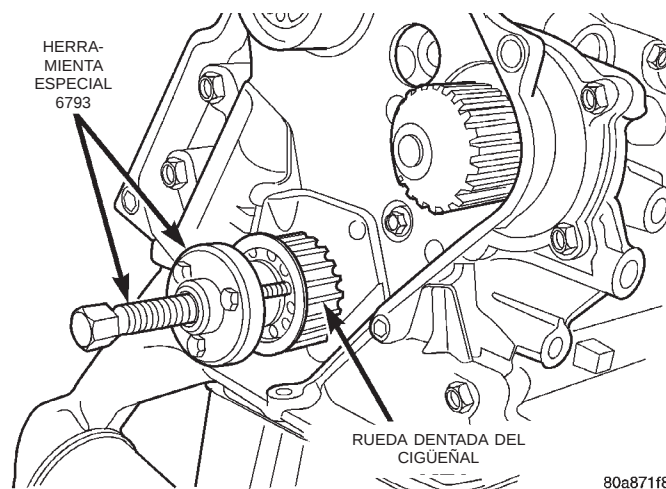

Fig. 85 Rueda dentada del cigüeñal—Desmontaje
(1) Desconecte el cable negativo de la batería.
(2) Retire la correa de distribución. Consulte el procedimiento en esta sección.
(3) Retire el colector de aceite. Consulte el procedimiento en esta sección.
(4) Retire la rueda dentada del cigüeñal con la herramienta especial 6793 y el encastre C4685–C2 (Fig. 85).